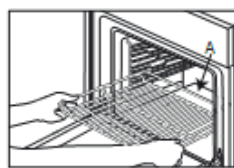
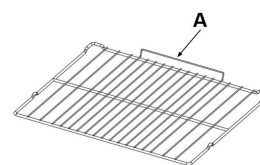

Fig. 1A
Fig. 1B
1. För in gallret vågrätt med den höjda sidan "A" uppåt (Fig. 1A, Fig. 1B)